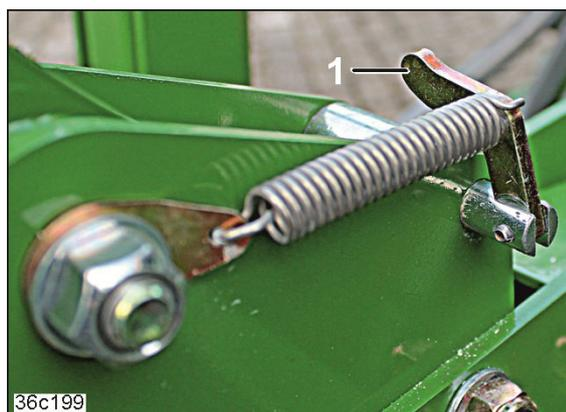

Рис. 197
2. Переместите оба захвата (Рис. 197/1) вверх.